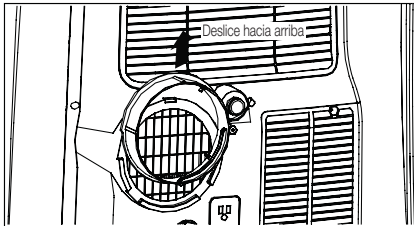

Fig. 4
2. Retire el adaptador A de la unidad deslizando hacia arriba (fig. 4).